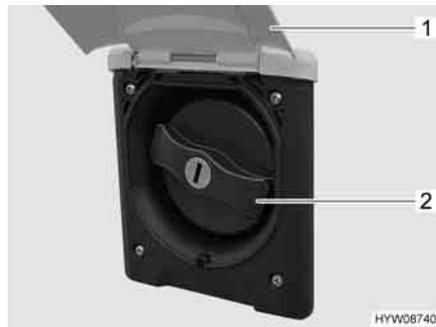

Fig. 158 Coperchio per bocchettone di riempimento dell'acqua potabile
- Sollevare lo sportello esterno (Fig. 158,1).
- Ruotare il coperchio blu (Fig. 158,2) di un quarto di giro.